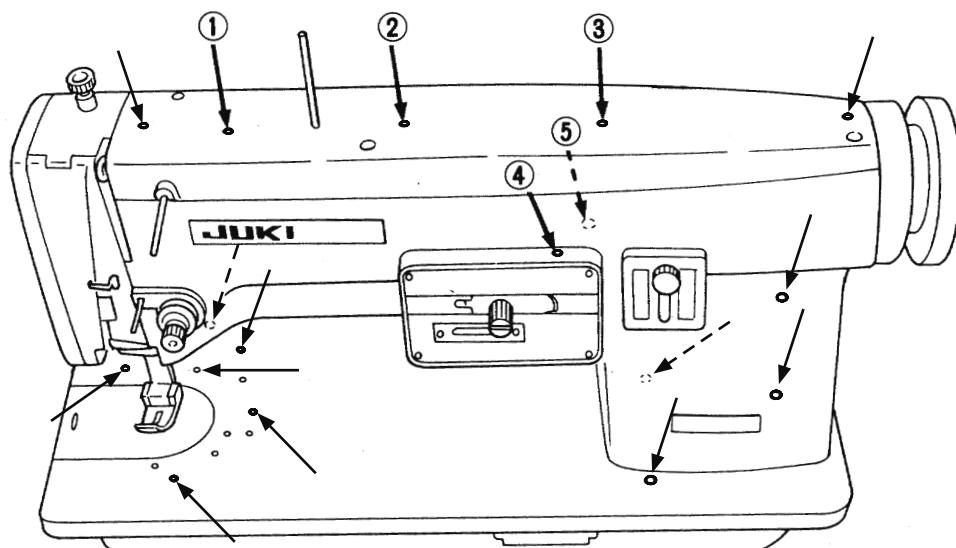

Fig. 9 Agujeros para aceitado
En todos los agujeros marcados con color rojo, coloque una o dos gotas de aceite cada día. (Se indican con flechas finas en la Fig. 9). En los agujeros marcados con flechas gruesas, ① ② ③ ④ ⑤, coloque cinco a seis gotas de aceite antes de hacer funcionar la máquina. Estos agujeros tienen materiales que retienen el aceite para lubricar partes esenciales de la máquina, sometidas a gran roce. (Las flechas hechas con líneas de punto en la Fig. 9, indican aquellos agujeros a lubricar que por estar en la parte posterior de la máquina, no pueden verse directamente en la ilustración)